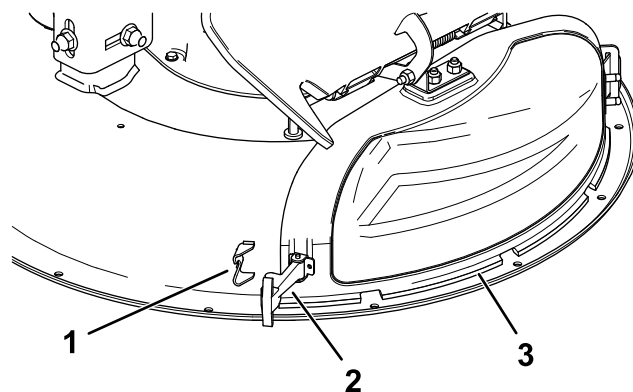

Figura 12
3. Liberare il dispositivo di chiusura flessibile dal relativo fermo sul coperchio dello scarico e aprire il coperchio dello scarico verso destra (Figura 12).
6. Fissate il coperchio dello scarico al piatto di taglio agganciando il dispositivo di chiusura flessibile, presente sul coperchio dello scarico, all'apposito fermo sul piatto (Figura 12).